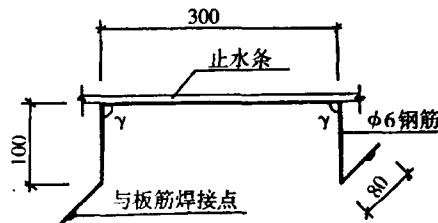

图 3 止水条的安装
(2) 后浇带覆盖保护, 避免建筑垃圾、杂物堆积缝内。
(3) 拆除原支模架、模板, 同时清理结构内钢筋及绑孔铁线, 不得触及模板、不得外露, 避免在混凝土结构内留下渗水通路。
(4) 凿毛冲洗。后浇缝平面应凿毛, 槽底边应保持平直、光滑, 冲洗干净, 不得留有水泥石粉。若遇止水槽破坏处, 应予修正, 以确保能嵌埋止水条。
(5) 止水条安装。①安装止水条方法有: 预埋铁钉、射钉、埋木砖铁钉、胶粘等。本工程采用图 3 所示的方法, 把止水条嵌入槽内, 止水条的另一面紧贴 φ6 钢筋, 钢筋沿止水条方向满铺, 两只撑脚焊接在板(剪力墙、梁)筋上。②安装止水条后, 应避免被雨水或施工用水浸泡。